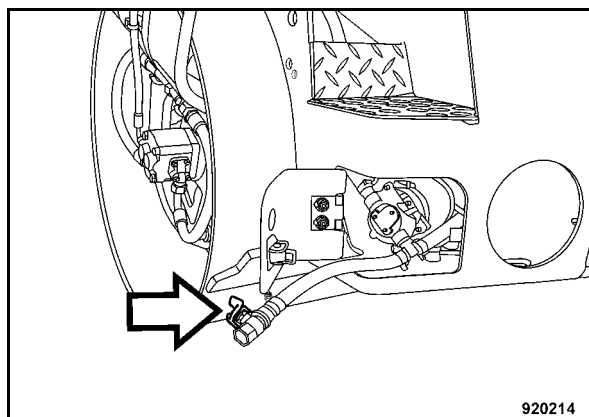

Fig. 154
- Extraer la manguera de descarga (Fig. 154), abrir el grifo de descarga y dejar salir el agua por completo.